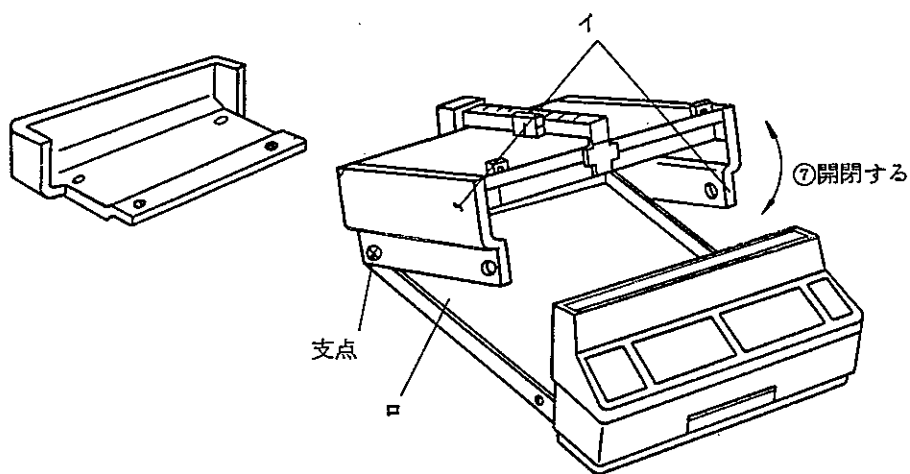

図 2
2. 開閉の時は図2 1部を両手でささえに行ってください。
3. 図2 口部は閉める時、配線をはさみ易いのでご注意ください。